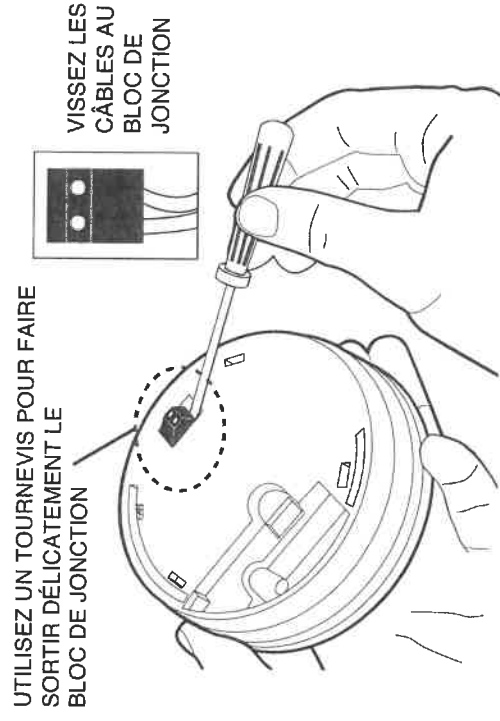

Figure 10b
4. A l'aide d'un petit tournevis, décollez le bloc de jonction en le soulevant verticalement (voir figure 10b).
5. Reliez les deux noyaux de câble au bloc de jonction (voir figure 10b) puis réinstallez ensuite le bloc de jonction sur les deux fiches du socle.